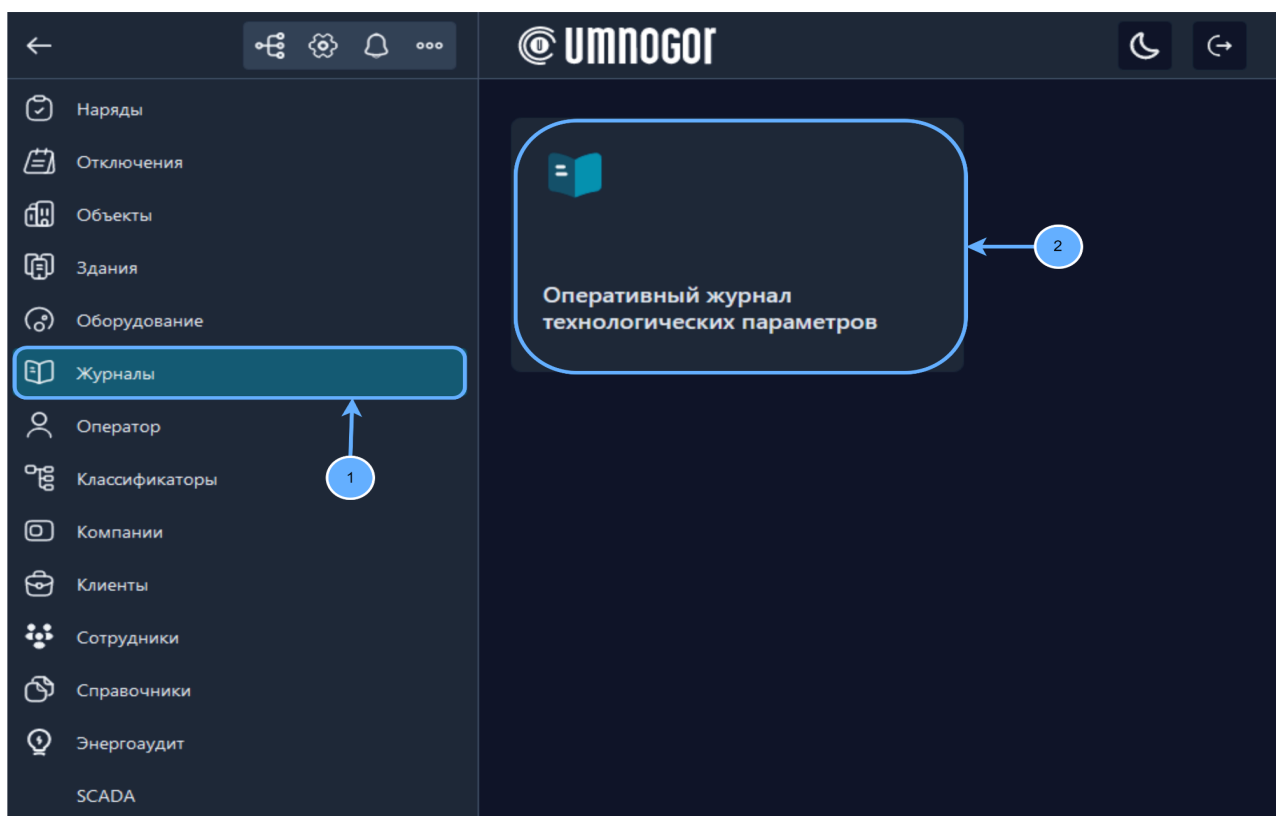

Рисунок 3 – Раздел Журналы
- 2) В модуле Журналы выбрать “Оперативный журнал технологических параметров” (рис. 3).